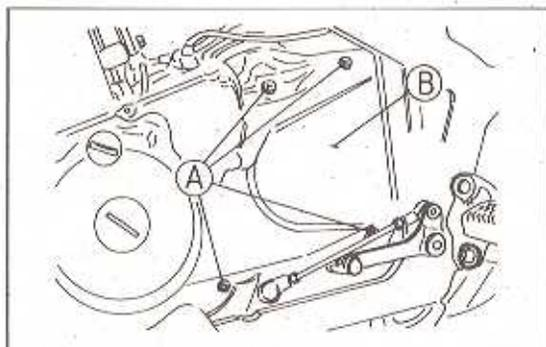

Bild 224
- Die Kette am Ritzel aushängen und das Ritzel abziehen (Bild 224).